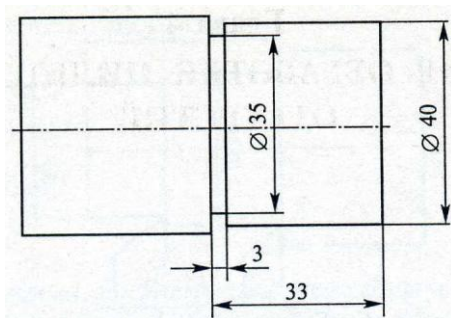

Рис. 7.
14. Определите частоту вращения шпинделя при прорезании канавки см. рис. 7, если скорость резания 30 м/мин.